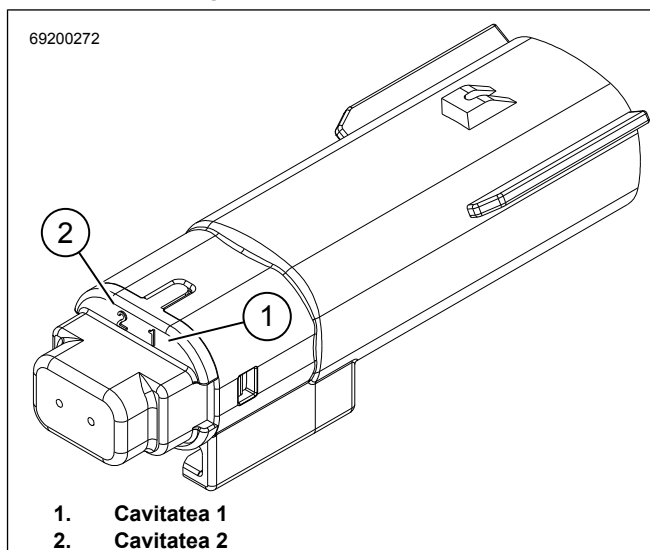

Figura 5. Conector cu 2 pini 69200272
3. A se vedea figura 5. Montați pini pentru borne alb/roz în cavitatea 1 a conectorului [69200272].